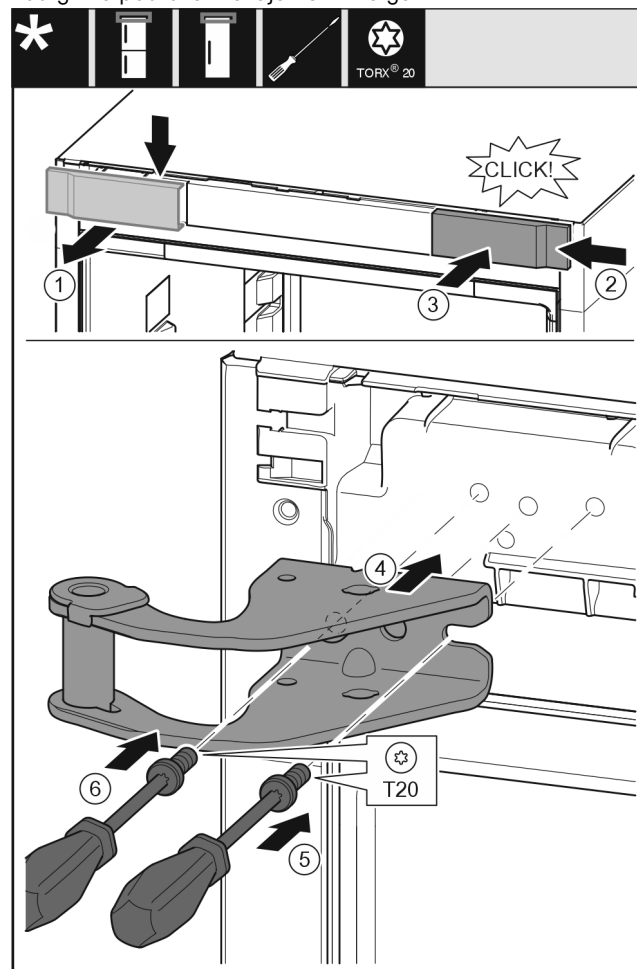

Fig. 10
- ▶ Skinite poklopac Fig. 10 (1) odozgo prema naprijed.
- ▶ Zakvačite poklopac Fig. 10 (2) okrenut za 180° na drugoj strani zdesna.
- ▶ Pustite da se poklopac Fig. 10 (3) uglati.
- ▶ Postavite gornji podložak ležaja Fig. 10 (4).
- ▶ Odvijačem umetnite i pritegnite vijak Fig. 10 (5).
- ▶ Odvijačem umetnite i pritegnite vijak Fig. 10 (6).